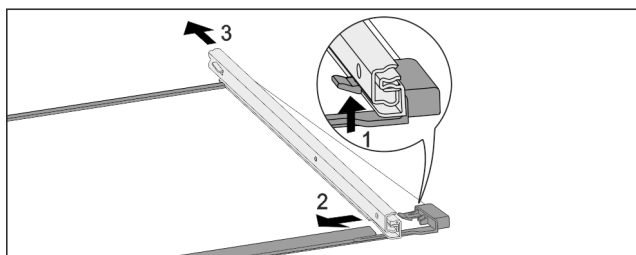

Fig. 280 Стеклаянная пластина с направляющими
- ▶ Отожмите передний стопорный крючок вверх. Fig. 280 (1)
- ▶ Сдвиньте выдвижную направляющую в сторону Fig. 280 (2) и назад Fig. 280 (3).